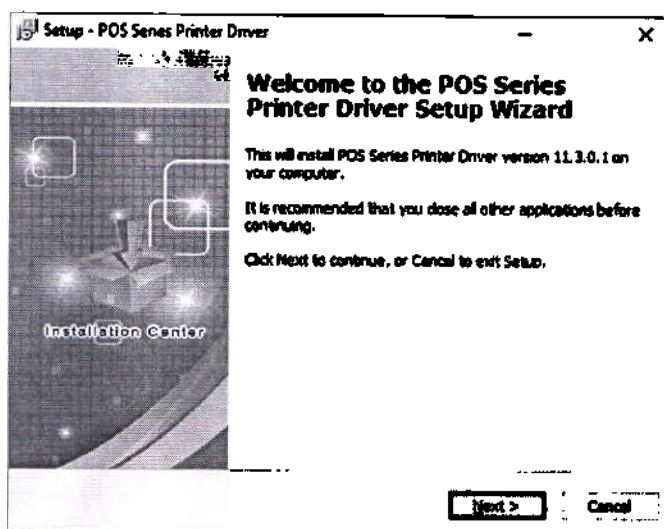

Рисунок 12
2. В следующем диалоговом окне нажмите «Next» (Рисунок 12).